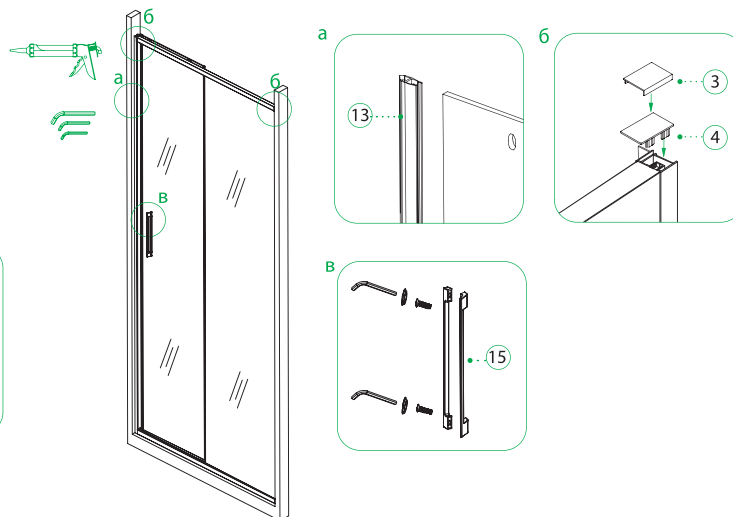

**Рис. 11/11-сур.**
4. Деңгейдің көмегімен алдын ала қоршауларды түзетіп, бұрандалардың көмегімен жиналған конструкцияны қабырғалық профильге бекітіңіз (10-а-сурет). Жинағаннан кейін 10-б суретте көрсетілгендей шыныға PVC (7,8) тығыздағыштарын орнатыңыз. 10В-суретте көрсетілгендей, деңгейдің көмегімен қоршауды алдын ала өлшеп, қоршауды бекіту үшін еденде тесік жасау үшін орын анықтаңыз (профильдің ішкі бөлігіндегі белгі). Тесіктерді бұрғылап, дюбельді салыңыз (1) және барлық профильдің төменгі бөлігін алдын ала санитарлық силиконды герметикпен өңдеп оны бұраншегенің көмегімен бекітіңіз (5). Есіктерді тұғырға орнату кезінде қоршаудың тірегін тұғырға бекіту маңызды емес.
5. Установите верхние и нижние ролики (10, 16) на закаленные стекла дверей. Далее установите двери на конструкцию с помощью кнопки на нижнем ролике, она опустит ролик вниз и даст возможность зайти в профиль, после чего отпустите кнопку и дверь встанет на место (рис.11-а). Для плавного хода дверей отрегулируйте верхние ролики по высоте с помощью отвертки (рис.11-б).